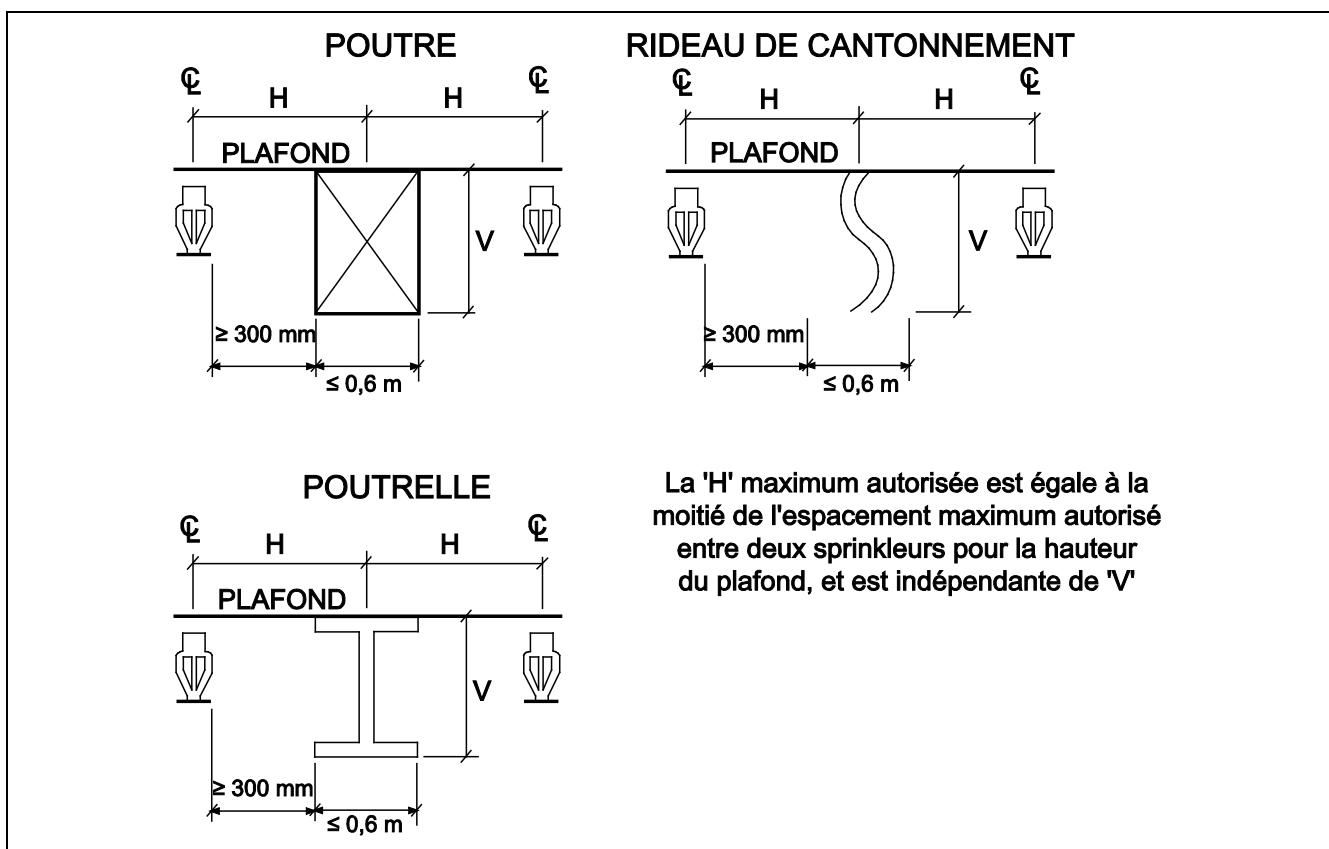

Fig. 33. Installation de sprinkleurs supplémentaires pour palier l'obstruction au profil de distribution par des objets pleins en toiture.
- (b) Installer les sprinkleurs des deux côtés de l'obstruction comme suit (voir la Figure 33 pour le schéma de cette configuration) :